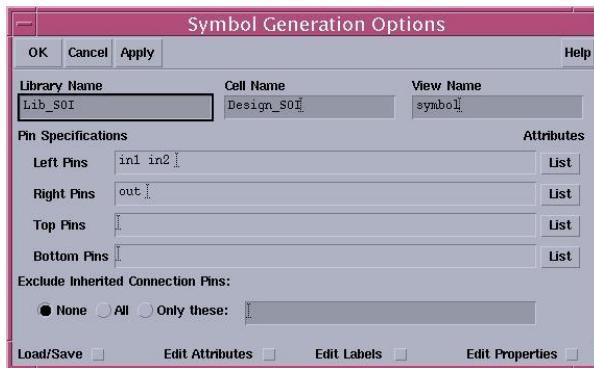

Рис. 5.7. Установка параметров символьного представления элемента.
- 2) Затем в форме “Symbol Generation Options” указать расположение выводов символьного представления элемента (рис. 5.7).